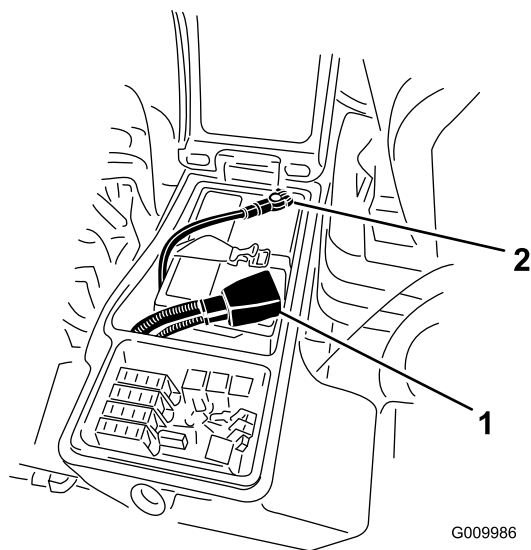

図 66
3. バッテリーのマイナス-端子からマイナスケーブル黒を外し、次に、プラス+端子からプラスケーブル赤を外す図 66。
6. 赤いケーブルをバッテリーの端子に、黒いケーブルはバッテリーの端子に固定する図 66